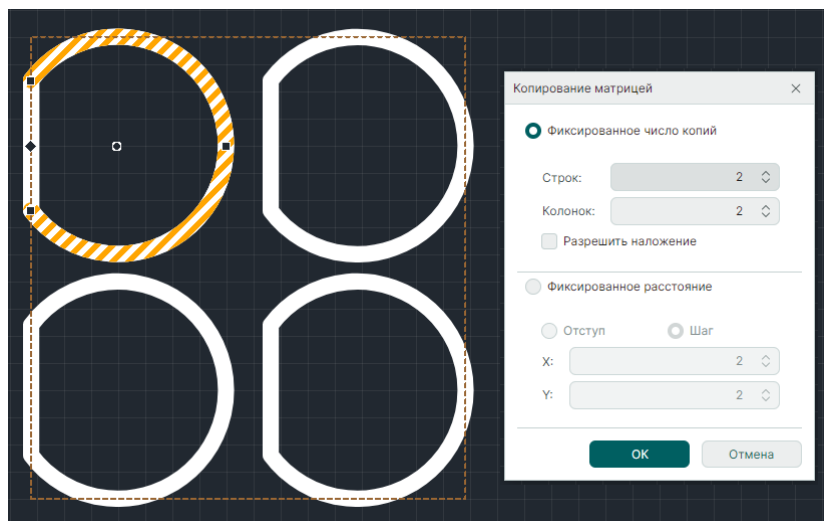

Рис. 547 Фиксированное число копий. Размещение
- «Фиксированное число копий», см. Рис. 547.